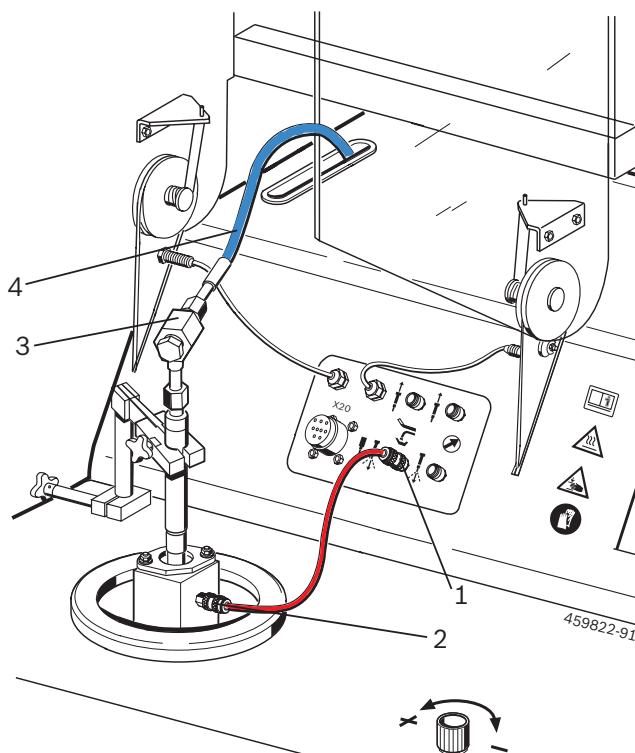

Fig. 16: Conexão de DHK/UI
4. Ligar o tubo de ligação de alta pressão (fig. 16, pos. 3 e 4) ao DHK/UI com o adaptador de conexão.
5. Ligar a mangueira 1 680 712 308 no acoplamento rápido da câmara de injeção (fig. 16, pos. 2) e na conexão de enxágüe/conexão de teste DHK/UI (fig. 16, pos. 1).